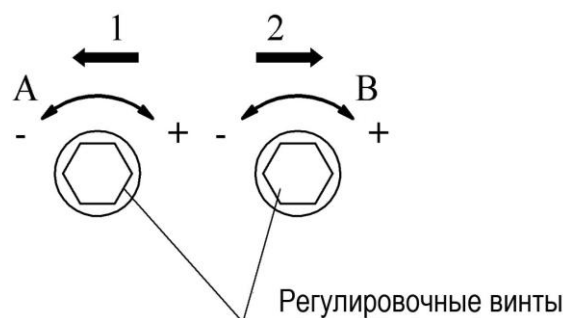

Рис. 6
2.3. Габаритные и присоединительные размеры вытяжной катушки MER-P и катушки MER(F)-P приведены на рисунке 1 и 2 и в таблице 2. На рис.6 показана регулировка количества оборотов привода.
4.2.3. Допускается производить дополнительную регулировку вращения электропривода. Регулировка осуществляется с помощью винтов (рис. 6), расположенных на корпусе электропривода.
ВНИМАНИЕ: Направление вращения привода указывают стрелки 1 и 2 на блоке концевых выключателей электропривода (Рис.6).